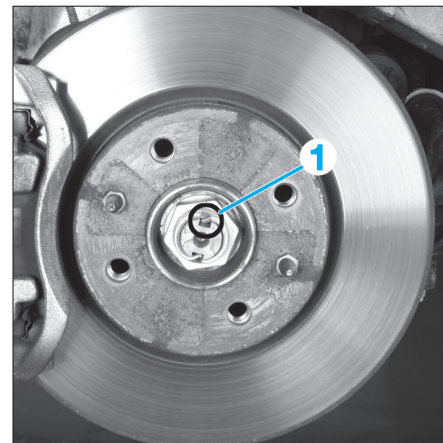

Fig. 21
• Desserrer l'écrou de la transmission (1), puis le déposer (Fig.21).